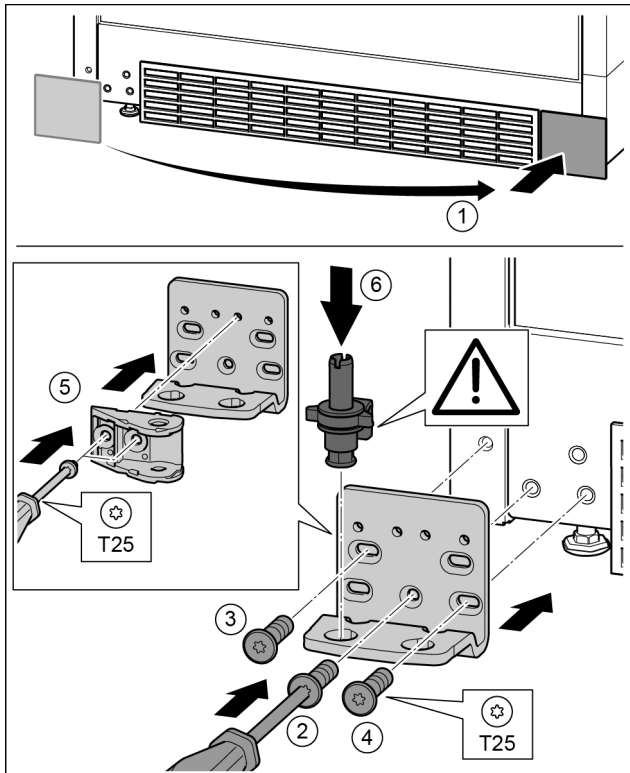

Fig. 32
- ▶ Retire la cubierta y colóquela en el otro lado. Fig. 32 (1)
- ▶ Coloque el soporte de cojinete en el otro lado y atorníllelo con la ayuda de un destornillador T25. Comience por el tornillo 2 en la parte inferior central. Fig. 32 (2)
- ▶ Atornille los tornillos 3 y 4. Fig. 32 (3, 4)
- ▶ Gire 180° la conexión de amortiguador de cierre. Atorníllela en el otro lado del soporte de cojinete con el destornillador T25. Fig. 32 (5) *
- ▶ Coloque el perno de cojinete completo. Preste atención a que el saliente de retención esté orientado hacia atrás. Fig. 32 (6)